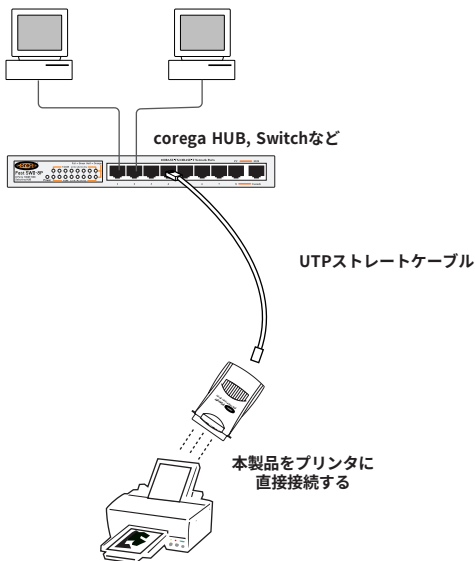

図 2.1.0.1 本製品の接続例
- (3) 本製品のネットワークポートにUTPストレートケーブルのRJ-45コネクタを接続し、ケーブルのもう一方のコネクタをネットワークに接続します。(「図 2.1.0.1 本製品の接続例」(p.11) では、ハブまたはスイッチのポートに接続します。)